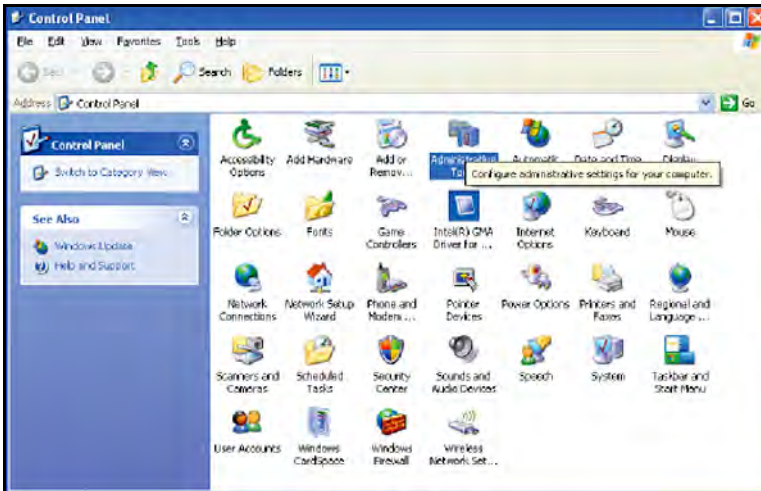

Figura 113: Panel de control (Icono de herramientas administrativas)
1. Para configurar los derechos de acceso de un usuario, vuelva al *Panel de control* de Windows y haga clic en Herramientas administrativas (ver *Figura 113* a continuación).